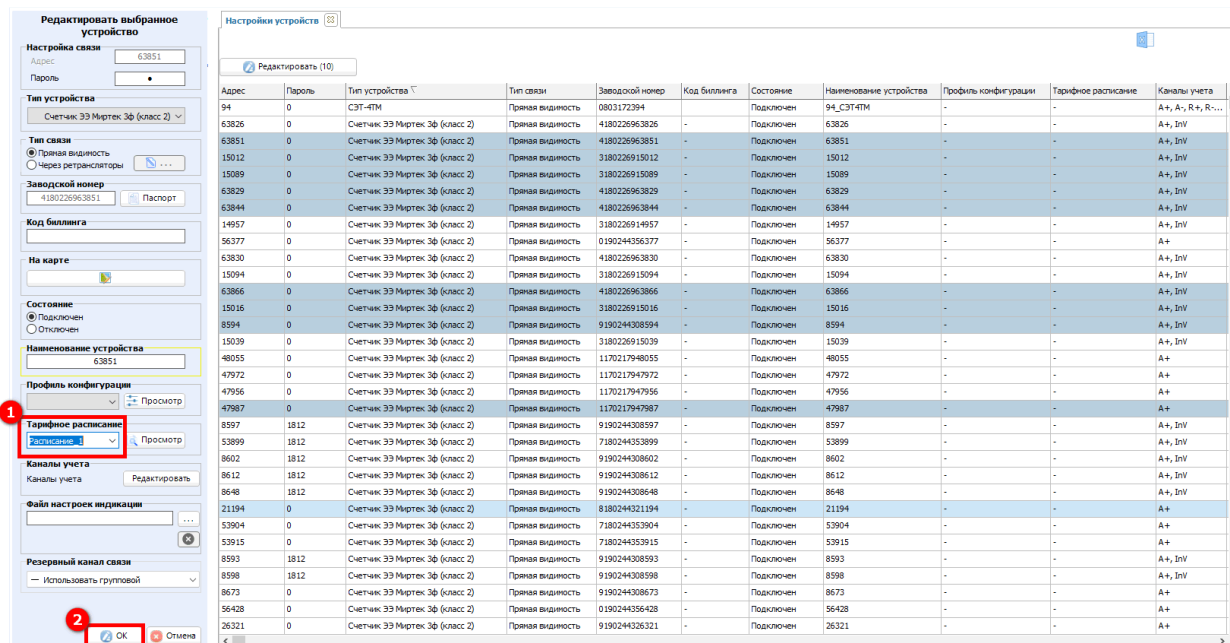

Рисунок 247 – Внесение изменений в параметры настроек устройств
К примеру, внесем изменения для выбранной группы устройств в части выбора тарифного расписания (1) (см. рисунок 247). И нажимаем кнопку **OK** (2).